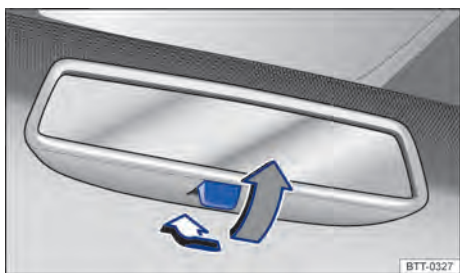

Fig. 101 No para-brisa: espelho retrovisor interno com antiofusco manual.
- Para evitar o ofuscamento, puxar a alavanca para trás $\Rightarrow$ Fig. 101.